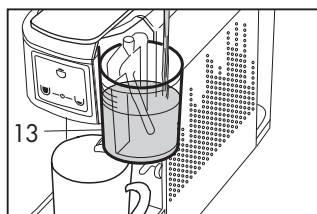

Fig. 22
- Enlever le couvercle du verre à lait (13) et remplir le verre de lait en faisant attention à ne pas dépasser le niveau indiqué (la dose conseillée est de 90 cc de lait). **(Fig. 22)**
- Remplir le récipient (13) avec la quantité de lait souhaitée, presser et garder la touche (B)  enfoncée pour régler la distribution de lait chaud, lâcher la touche quand la quantité souhaitée est sortie ; la dose est ainsi mémorisée pour les distributions suivantes **(Fig. 22)**